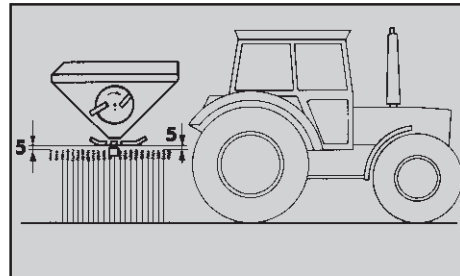

Fig. 7.4
- Die Anbauhöhe des Streuers mit Hilfe der Traktor-Dreipunkthydraulik so hoch einstellen, daß der Abstand zwischen Getreidespitzen und Streuscheiben **ca. 5 cm** beträgt, gegebenenfalls die Unterlenker-Bolzen in der unteren Bohrung der Unterlenkerkonsole befestigen (Fig. 7.4).